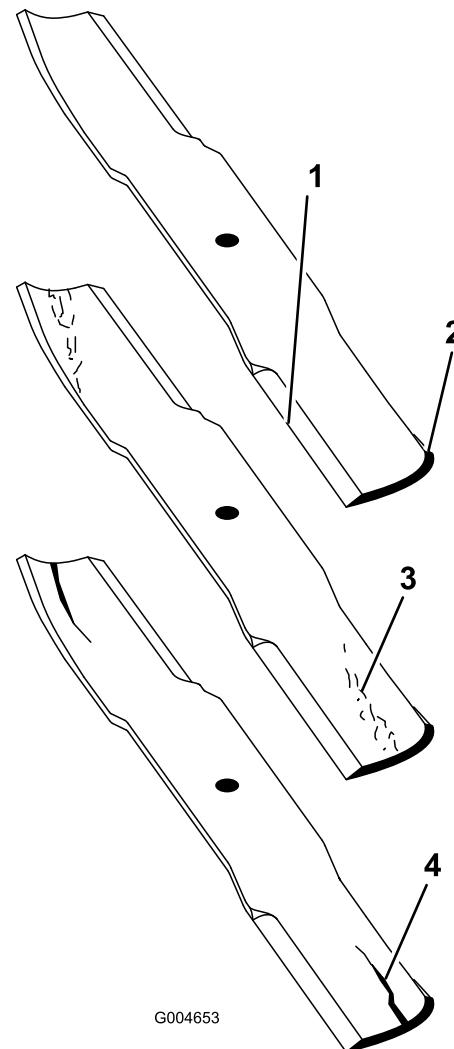

Figura 25
2. Examine cuidadosamente los extremos de corte de la cuchilla, sobre todo en el punto de reuni n entre la parte plana y la parte curva de la cuchilla (Figura 25).
Nota: Puesto que la arena y cualquier material abrasivo pueden desgastar el metal que conecta las partes curva y plana de la cuchilla, compruebe la cuchilla antes de utilizar el cortac sped. Si se aprecia desgaste (Figura 25), cambie la cuchilla.